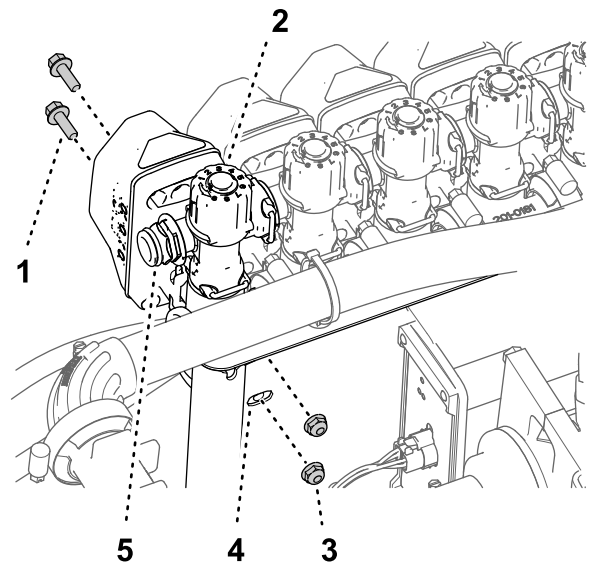
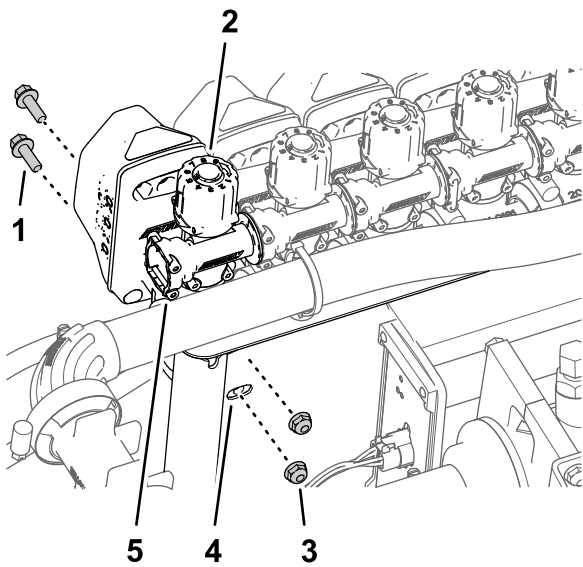

Figura 107
Figura 108
3. Monte la válvula de boquilla 10 en el soporte de las válvulas (Figura 107 o Figura 108) con los 2 pernos con arandela prensada ($\frac{1}{4}$ " x $\frac{3}{4}$ ") y las 2 contratuercas ($\frac{1}{4}$ ") que retiró en el paso 2 de Retirada de las válvulas de sección del soporte del distribuidor (página 35).